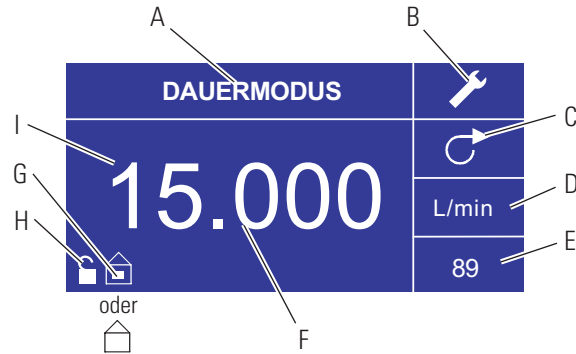

Abbildung 3-2. Dauermodus-Bildschirm
- F. **Aktuelle Fördermenge:** Die Stellen in der Mitte zeigen die Fördermenge des Antriebs in der ausgewählten Maßeinheit und wie rechts gezeigt (siehe Position D, Abbildung 3-2).